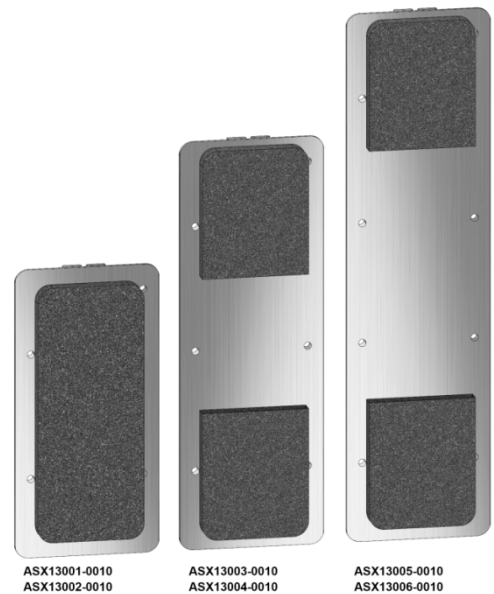

Abb. 2: Klebpositionen
- ▶ Kleben Sie den Stanzzuschnitt auf die Rückseite der Außenstation, siehe Abb. 2: Klebpositionen.